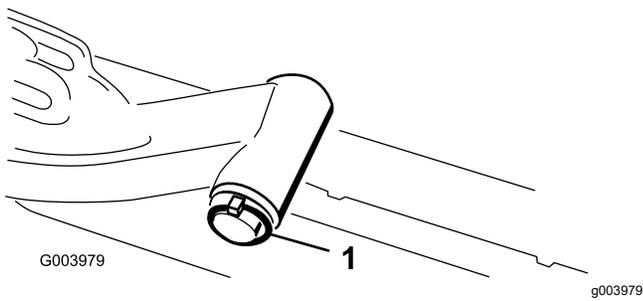

图 11
- 拆下将提升臂枢轴固定至提升臂的保险销和垫圈将提升臂枢轴滑出提升臂 (图 11)。
3. 将提升臂轴插入提升臂使用垫圈和保险销将其固定 (图 11)。